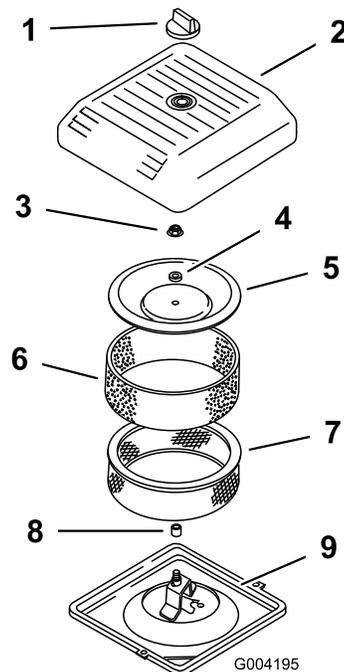

図 40
3. エアクリーナのカバーを固定しているノブを外し、カバーを取り出す(図40)。
- ペーパーエレメントについているスポンジエレメントを注意深く外す(図 40)。
- カバーナットを外し、カバー、スペーサ、ペーパーエレメントを外す(図 40)。
- エアクリーナのベースにエアクリーナアセンブリを取り付ける(図 40)。
- カバーとスペーサを元どおりに取り付け、ナットで固定する(図 40)。ナットを 11 N·m 1.09 kg·m = 95 in·lb にトルク締めする。
- エアクリーナのカバーを元通りに取り付け、ノブで固定する(図 40)。